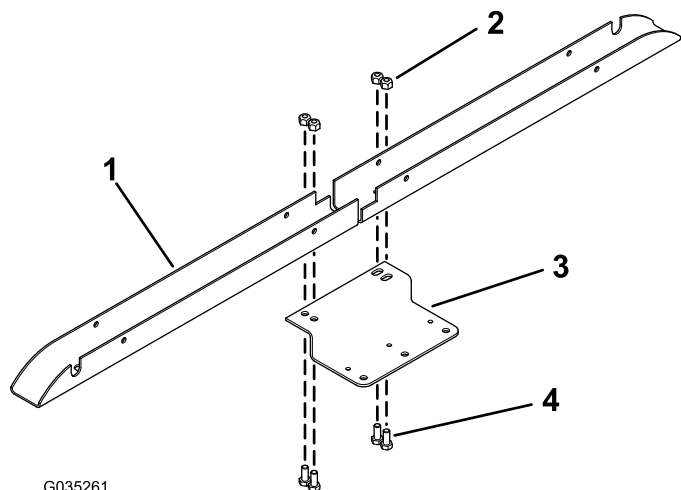

Figura 3
1. Instale o suporte da luz de trabalho nos dois canais de luz com os quatro parafusos de cabeça sextavada (5/16 x 3¼ pol.) e as quatro porcas de bloqueio (5/16 pol.) como se mostra na Figura 3.